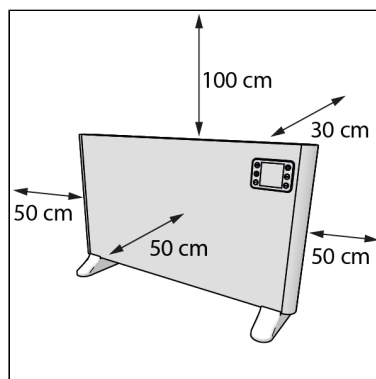

Figura 8
5. Distanța minimă a aparatului (Figura 8) față de alte obiecte: